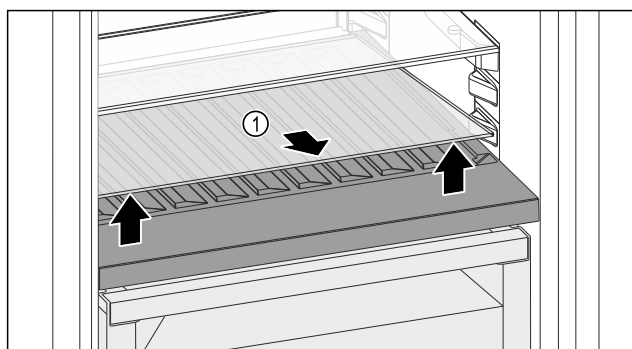

Fig. 92
- Emelje meg elől, a mélyedésnél az üveglapot Fig. 92 (1), és vegye ki.
- Biztonságosan tárolja az üveglapot Fig. 92 (1) a készüléken kívül.